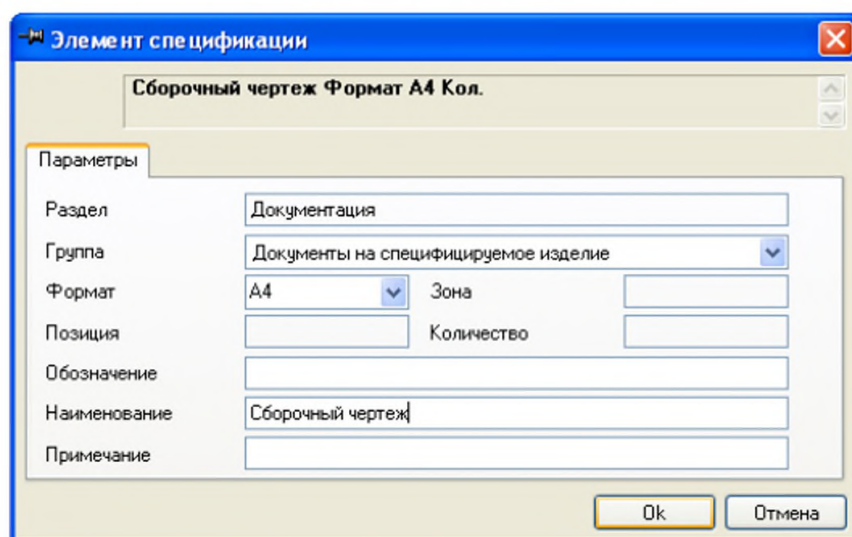

Рис. 7.7
7. В появившемся диалоге **Элемент спецификации** (рис. 7.7) ввести в поле **Формат** нужное значение (А4, А3, ...) и в поле **Наименование** — **Сборочный чертеж** и нажать кнопку **ОК**.